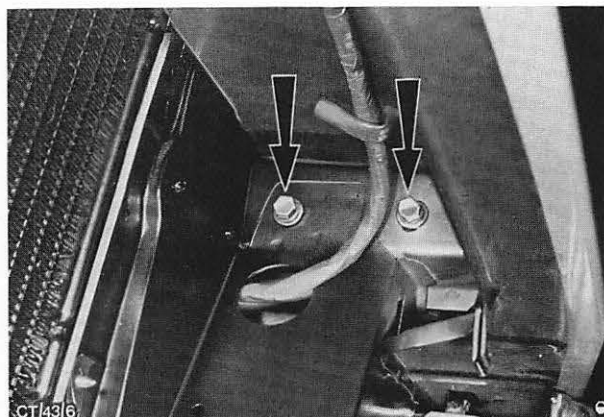

Abb. 15 Lage der Befestigungsschrauben – vorderer Stoßfänger.
2. Stoßfänger mit Haltern kompl. abbauen, Abb. 15.